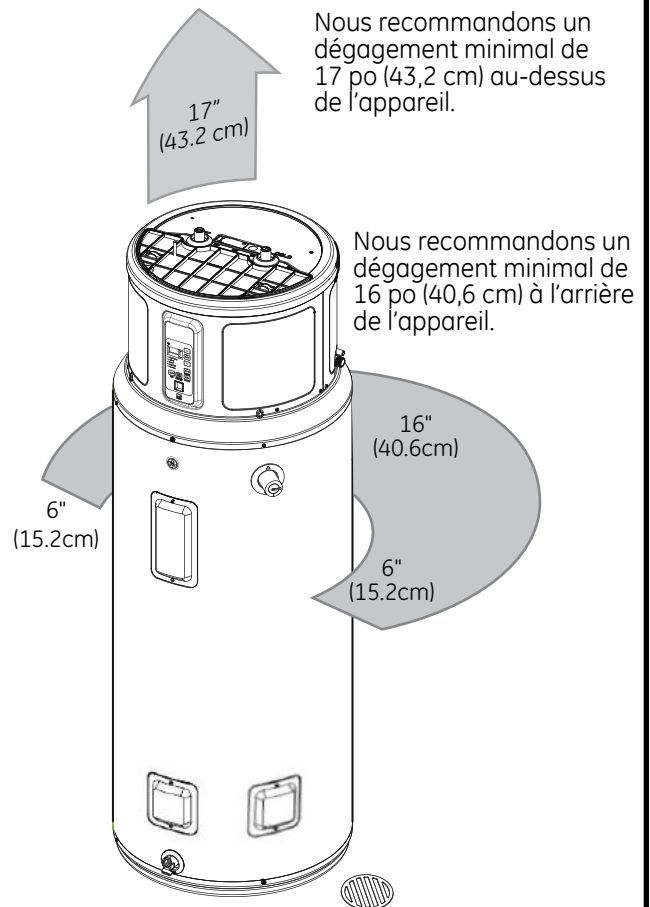

Figure 1
- Le nécessaire pour conduit de chauffe-eau à pompe à chaleur nécessite un dégagement autour du chauffe-eau pour permettre une installation correcte du nécessaire (voir la Figure 1). Les chauffe-eau à pompe à chaleur déjà installés doivent être réinstallés si les dégagements requis ne sont pas respectés.
- Nous recommandons de ne pas orienter l'arrière du chauffe-eau directement vis-à-vis d'un mur pour faciliter l'installation de l'adaptateur et du conduit de SORTIE. Si cela est impossible, un dégagement minimal de 16 po (40,6 cm) à l'arrière du chauffe-eau et de 17 (43,2 cm) au-dessus du chauffe-eau (sans compter l'entrée et la sortie) est recommandé pour installer correctement le nécessaire pour conduit (voir la Figure 1).